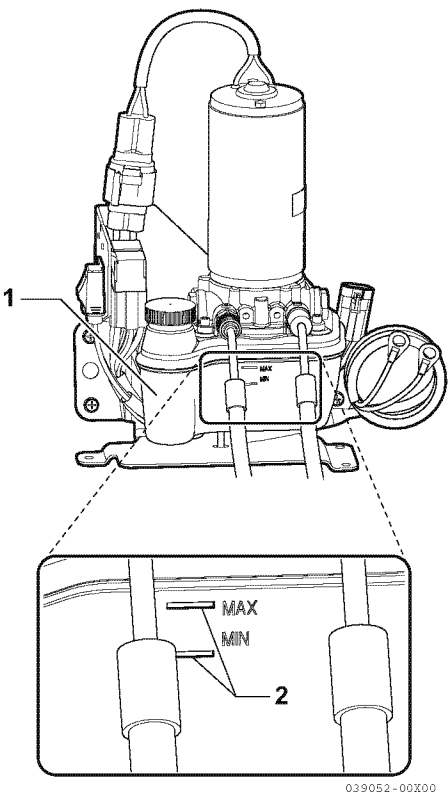

Figura 4
2. Observe o nível do óleo no depósito. O nível do óleo deve ser mantido entre as linhas MIN e MAX (2, Figura 4) no depósito (1, Figura 4).